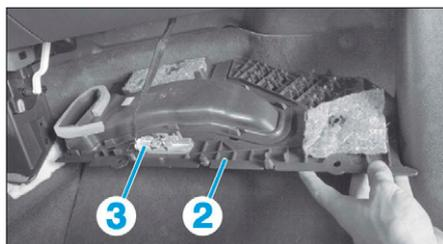

FIG. 13
- Dégrafer la garniture (2) (Fig.13).
- Débrancher le connecteur (3).
- Déposer la garniture (2).